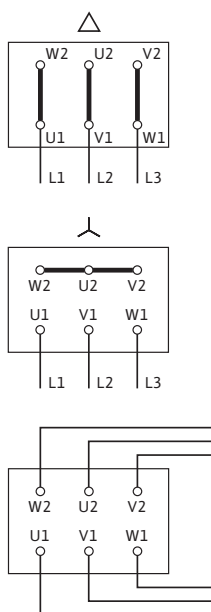

Fig. 43: Під'єднання до мережі
Схема електричного під'єднання знаходиться в кришці клемної коробки (див. також Fig. 43).
- Під'єднання до мережі залежить від потужності двигуна P_2 , від мережевої напруги і типу увімкнення. Потрібну схему перемикачів з'єднувальних перемичок в клемній коробці можна знайти в наступному переліку «Табл. 4: Розподіл з'єднувальних клем» на сторінці 19, а також на Fig. 43.